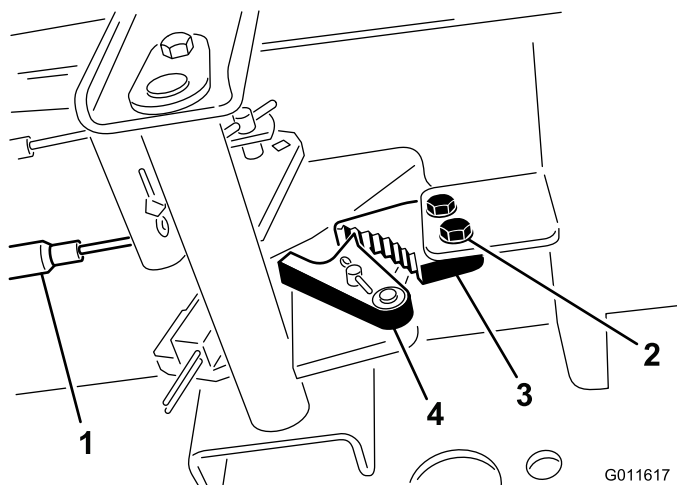

図 74
1. 駐車ブレーキのツメをフレームに固定しているネジ2本をゆるめる(図 74)。
2. ブレーキのツメが戻り止めに完全に掛かるまで駐車ブレーキペダルを前に踏み込む(図 74)。